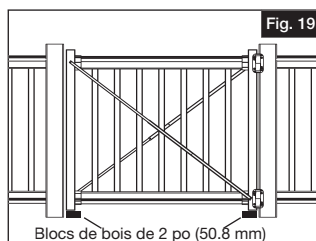

Fig. 19
- Retourner la rampe. Répéter les étapes 7a à 7e en s'assurant d'installer le deuxième renfort sur le côté opposé de la barrière en sens contraire de l'autre renfort pour former un « X » (Fig. 19).
- Couper deux cales en bois temporaires de 2 po (50 mm) de hauteur (non fournies), et placer la lisse de la barrière sur les cales. Aligner la barrière sur les poteaux (Fig. 19).